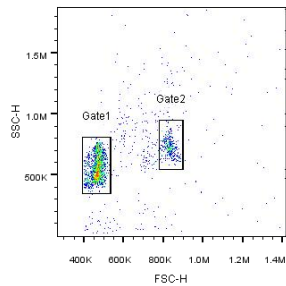

图 1
- 2) 检测空白微球, 调整 FSC-SSC 散点图, 使两群微球落在预定的范围, 设 SSC 较小的群为“Gate1”, 较大的微球群设为“Gate2”, 如图 1。